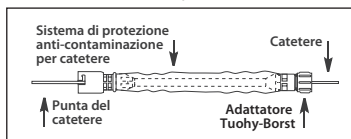

Figura 1
- a. Se si utilizza un sistema di protezione anti-contaminazione per catetere con adattatore Tuohy-Borst, inserire la punta del catetere prescelto nell'estremità dell'adattatore Tuohy-Borst del sistema. Far avanzare il catetere nella cannula e nell'hub sull'altra estremità (vedere Figura 1).